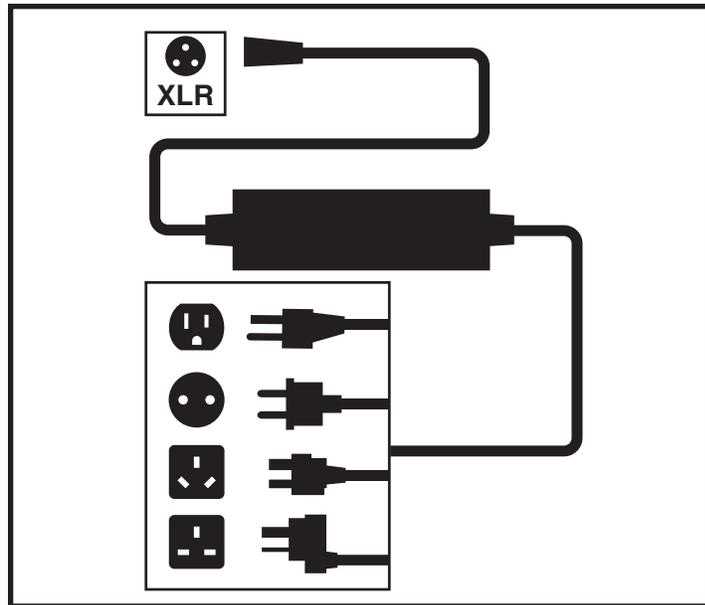

Bild 21. Batterie lädt
3. Stöpseln Sie das externe Ladegerät in die externes-Ladegerät/Programmierungsteckdose an der Steuerung. **Siehe Bild 21.**